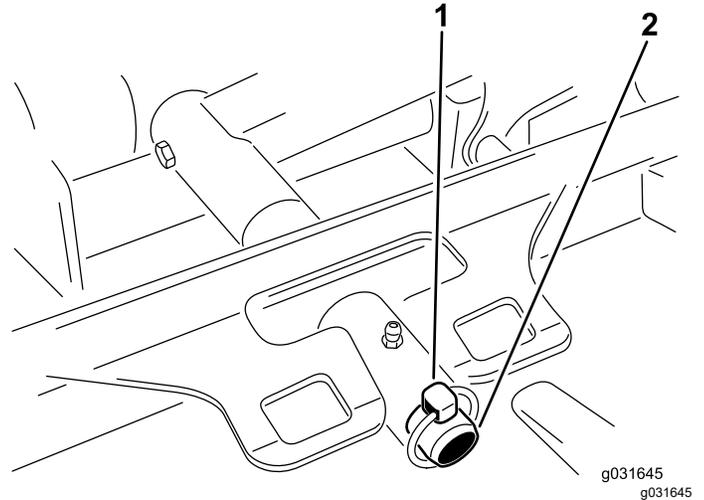

Figura 69
3. Retire o pino de sujeição ou a porca de bloqueio que fixa estrutura de suporte da plataforma ao pino de articulação do braço de elevação (Figura 69).
3. Deslize a estrutura de suporte da plataforma para o pino da articulação do braço de elevação e prenda-a com o pino de sujeição ou a porca de retenção (Figura 69).